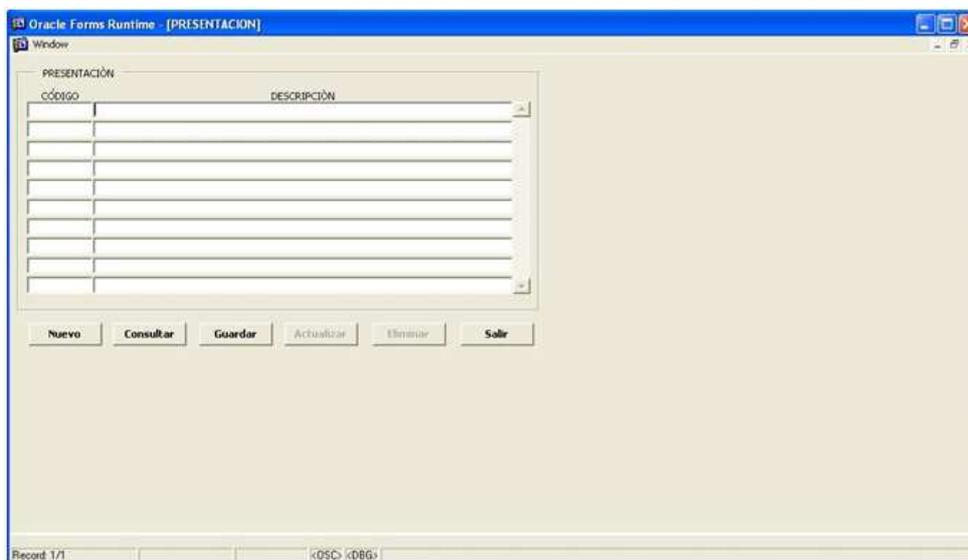

Figura 2-5. Pantalla Mantenimiento Presentación
2. Dé clic en la opción <Presentación> y le aparecerá la siguiente pantalla: (Véase figura 2.5).